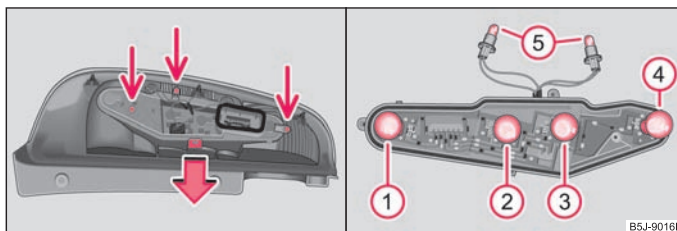

Abb. 173 Ausbau des Leuchtenmittelteils / Einbaulage der Lampen
- Um die Lampen zu erreichen, schrauben Sie den Mittelteil der Leuchte ab und lösen Sie die Verrastung ⇒ Abb. 173 - links.
- Um eine Lampe des Standlichts zu wechseln, drehen Sie die Fassung der Lampe ⑤ nach links bis zum Anschlag (in die Richtung der Pfeile auf dem Gehäuse) und nehmen Sie die Fassung aus dem Gehäuse heraus ⇒ Abb. 173.
Einbaulage der Glühlampen in der Heckleuchteinheit ⇒ Abb. 173 rechts. ▶